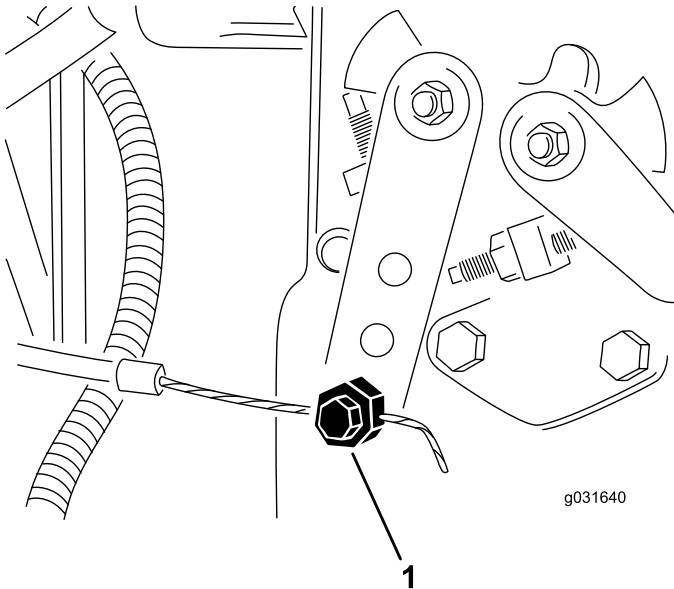

Bild 64
2. Lösen Sie den Gaszug-Anschluss am Hebelarm der Einspritzpumpe. (Bild 64).